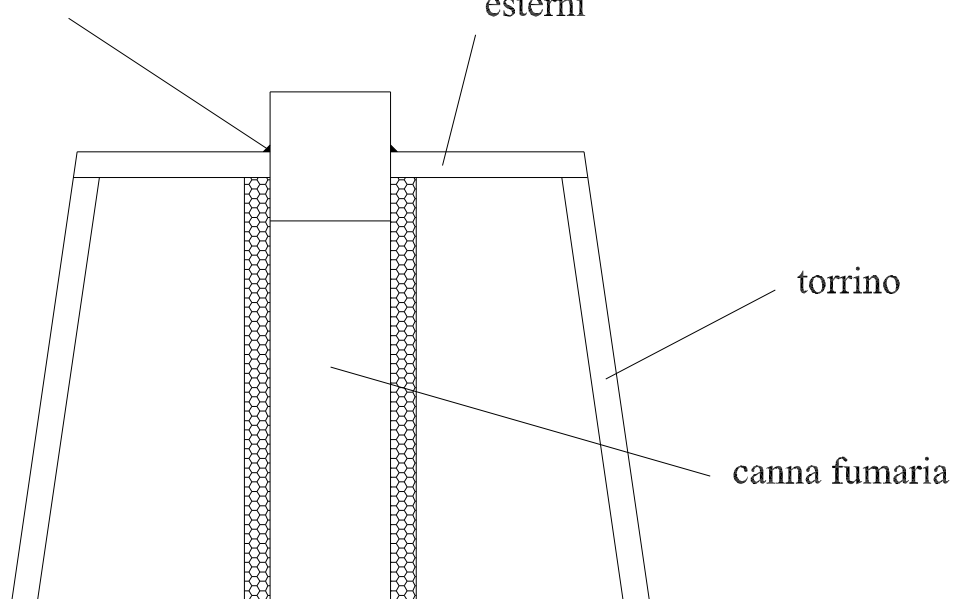

Fig. 3
6. Chiudere la parte superiore del torrino con una lastra ignifuga e per esterni (può essere anche in lamiera e fatto dal lattoniere che posa il comignolo) avendo l'accuratezza di sigillare il manicotto fuoriuscente (vedi fig. 3).